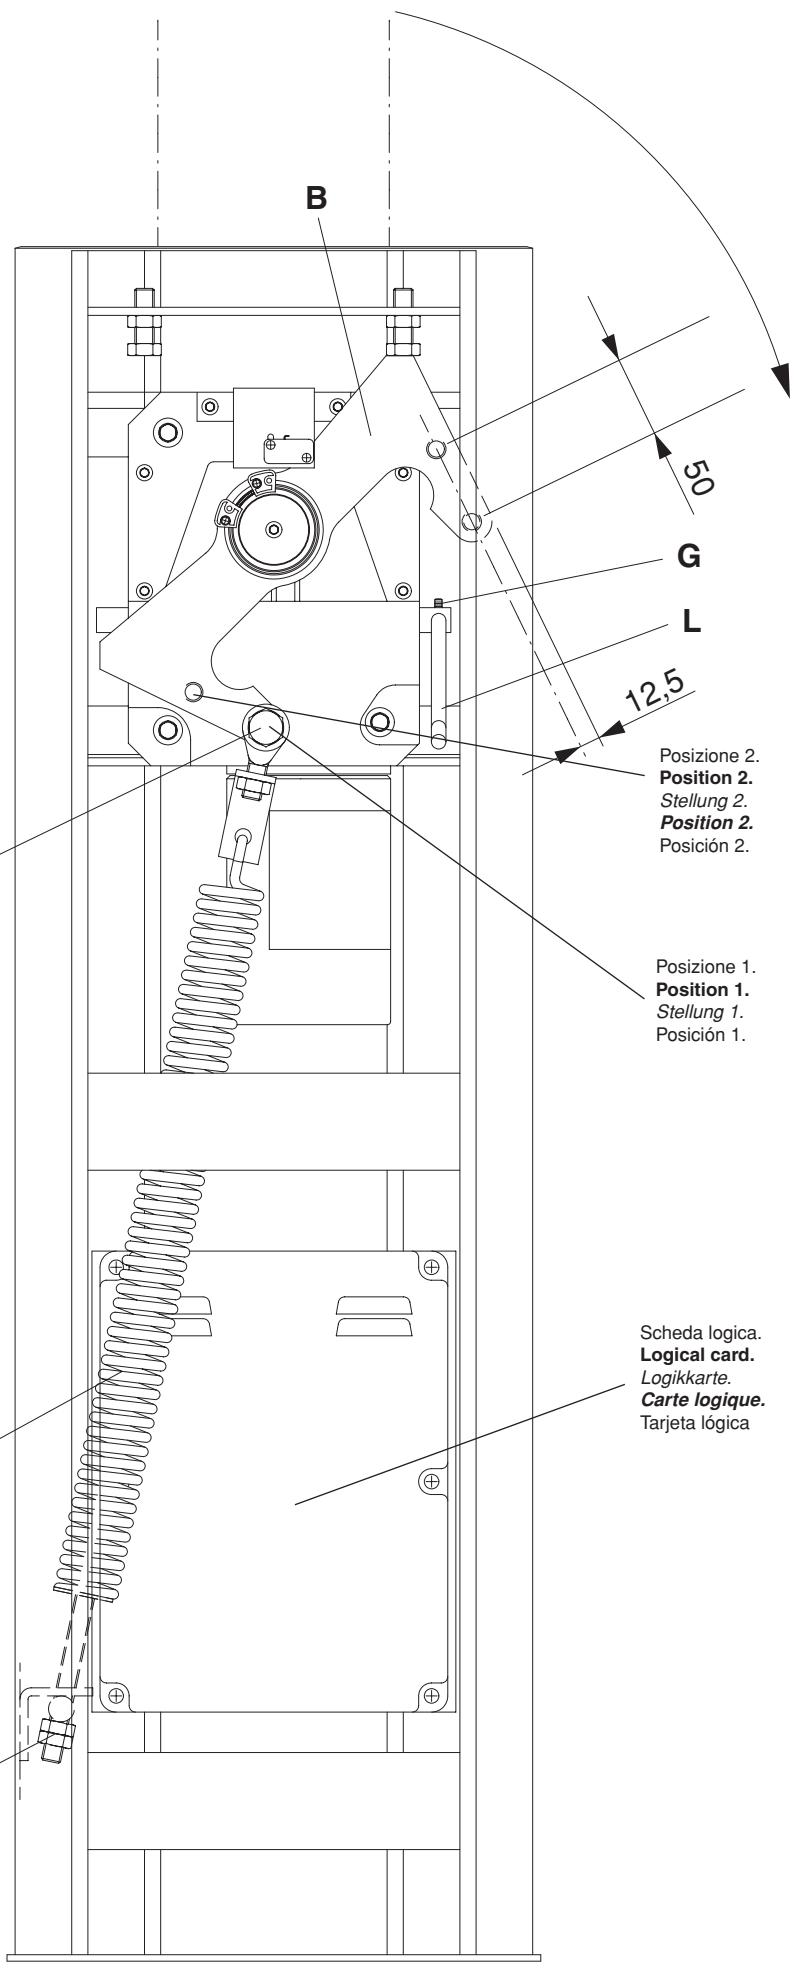
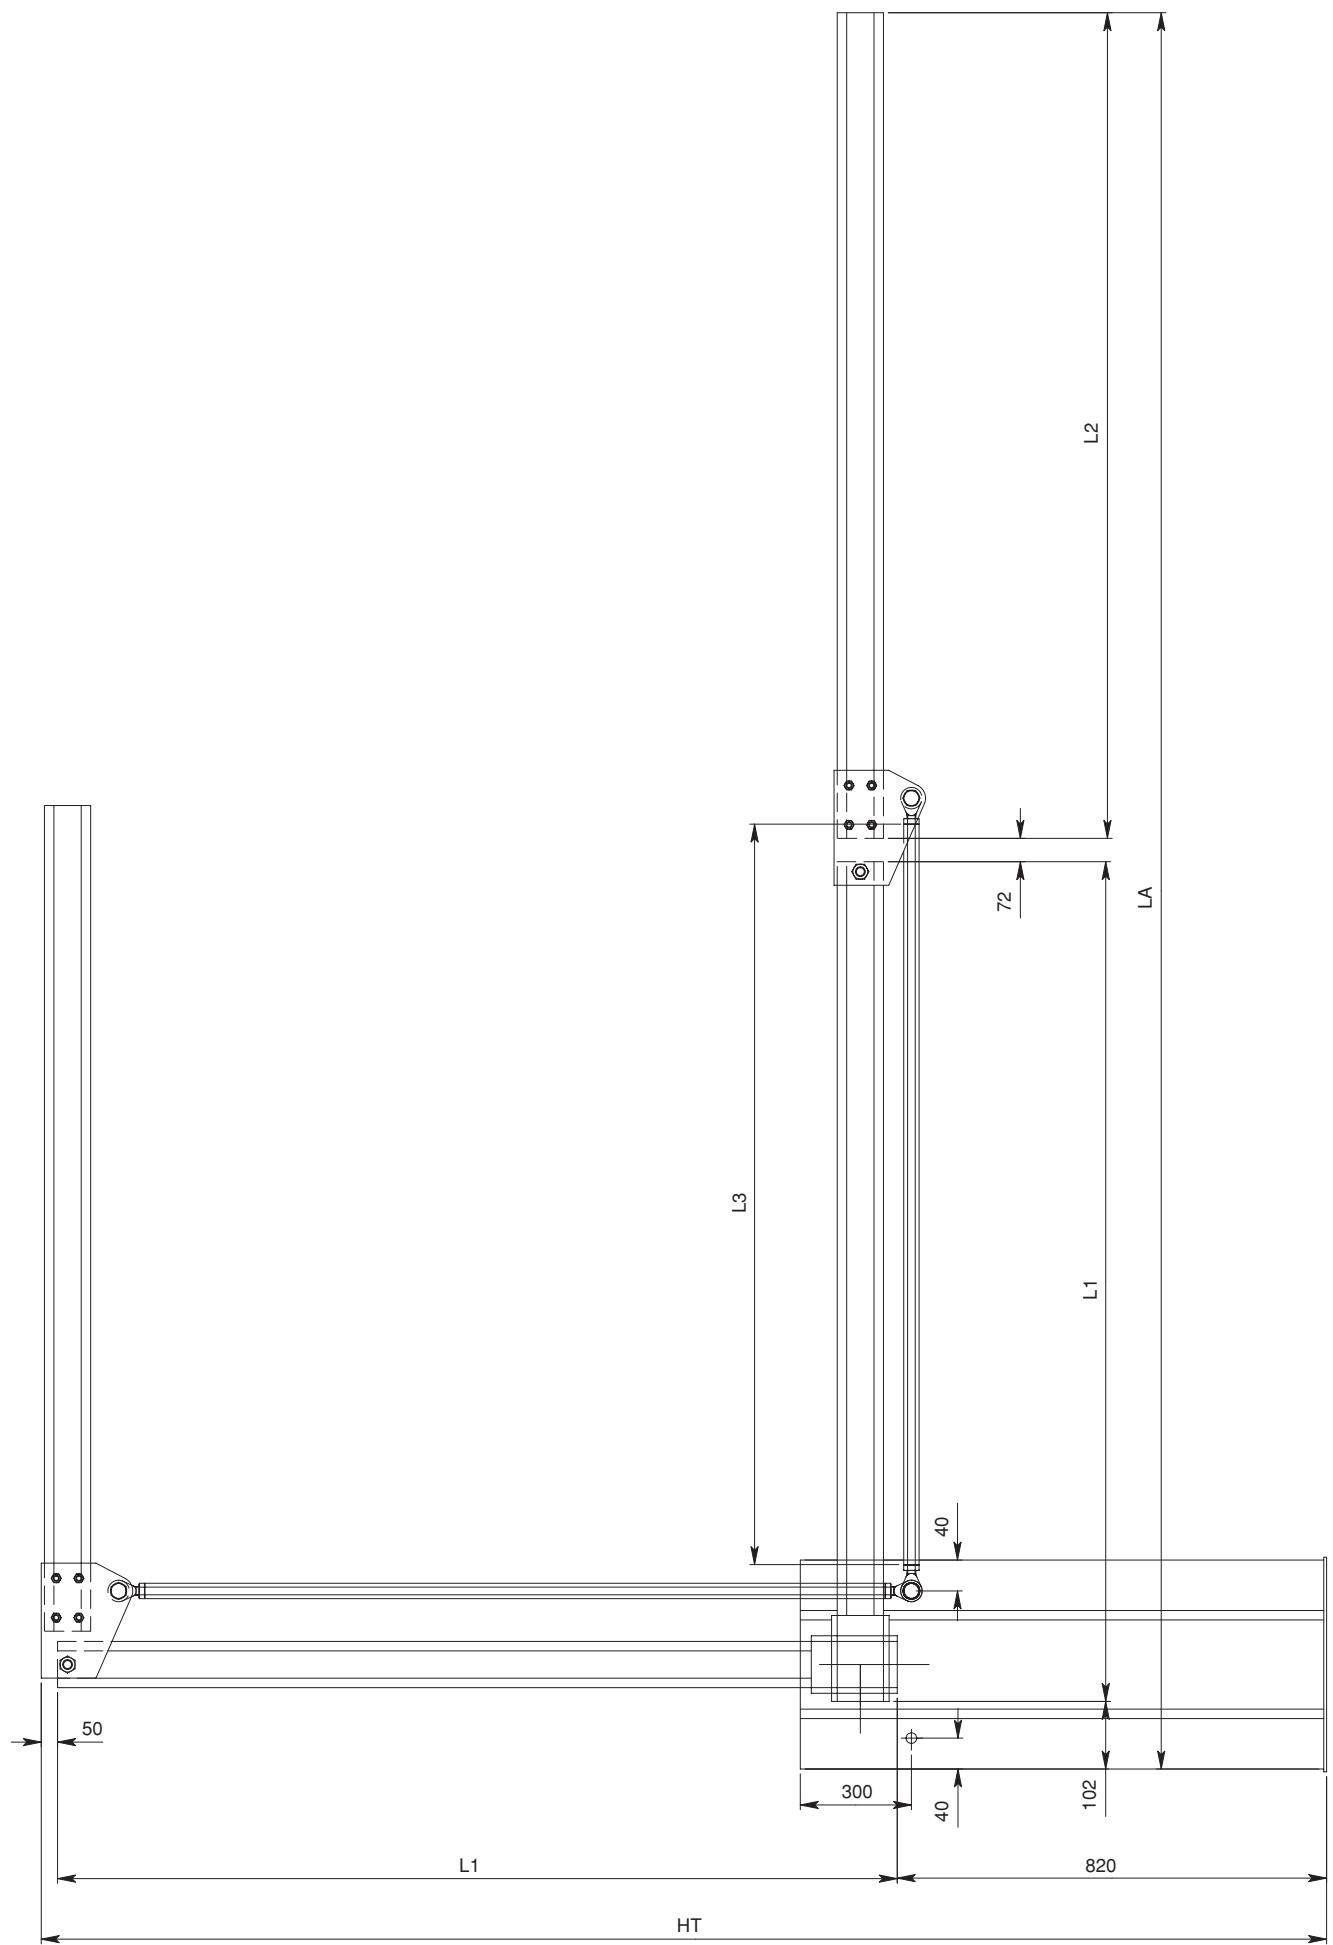

Fig.1
Fig.2
Praticare un foro M12 rispettando le quote di fig. 1 sulla leva "B" ed uno sul cassone come da fig. 2. N.B.: il foro deve essere praticato a sinistra sulle barriere destre e viceversa.
Drill a hole M12 according to dimensions shown in fig. 1 on lever "B" and a hole on the casing as per fig. 2. P.N. The hole must be made on the left in the right-barriers and vice-versa.
Ein Loch M12 in den Hebel "B" und ein Loch in den Kasten laut Abb. 1 und 2 bohren; dabei die Maße in Abb. 1 beachten. Achtung: das Loch muß links auf rechts-schränken gebohrt werden und umgekehrt.
Faire un trou M12 en respectant les cotes indiquées à la fig. 1 sur le levier "B" et un autre trou sur le caisson de la manière illustrée à la fig. 2. NB: le trou doit être fait à gauche sur les barrières droites et vice versa.
Taladrar un agujero M12 respectando las cotas de la fig. 1 sobre la palanca "B" y uno en el bastidor como mostrado en la fig. 2. NB: El agujero debe ser practicado a la izquierda sobre las barreras derechas y viceversa.
Wykonać otwór M12 zgodnie z odległościami podanymi na Rys. 1 na dźwigni "B" i drugi na skrzyni tak, jak wskazane na Rys. 2. N.B.: otwór należy wykonać po lewej stronie na barierach prawych i odwrotnie.
N.B.: Per un buon funzionamento della barriera VE.500 è necessario, all'atto del montaggio del kit VE.SN500, spostare la molla dalla posizione 1 alla posizione 2 della piastra (vedi fig. 1).
P.N. For a good VE.500 gate operation it is necessary, when assembling the VE.SN500 kit, to move the spring from position 1 to position 2 of the plate (see fig. 1).
Damit die Sperre VE.500 gut arbeitet, muß bei der Anbringung des Satzes VE.SN500 die Feder aus Stellung 1 in Stellung 2 (Platte) gebracht werden - siehe Abb. 1.
N.B. : Pour un bon fonctionnement de la barrière VE.500, il est nécessaire lors du montage du kit VE.SN500 de déplacer le ressort de la pos. 1 à la pos. 2 de la plaque (voir Fig. 1).
NOTA: Para un buen funcionamiento de la barrera VE.500 es necesario, en el caso del montaje del set VE.SN500, pasar al muelle de la posición 1 a la posición 2 de la placa (véase fig. 1).
N.B.: W celu zapewnienia prawidłowego działania bariery VE.500 konieczne jest w momencie montażu zestawu VE.SN500 przełożenie sprężyny z pozycji 1 na pozycję 2 płyty (zobacz Rys. 1).
- facendo riferimento alla fig. 2.
- Forare e filettare M12 il cassone secondo le quote di Fig.2 a seconda della versione Dx o Sx.
and referring to fig. 2.
- The casing should be drilled and threaded M12 according to figures shown in Fig. 2 and taking in to account whether the model features a right or left fitting.
- Löcher in den Kasten entsprechend den Maßen in Abb. 2 bohren und die Gewinde schneiden (M12) je nach dem ob es sich um die rechte oder linke Ausführung handelt.
en vous référant à la Fig. 2.
- Percez et filetez M12 le caisson suivant les cotes de la Fig.1 selon la version Dx ou Sx.
- haciendo referencia con la fig. 2.
- Taladrar y roscar M12 la caja ajustándose a las cotas de la Fig.2 según la versión Derecha o Izquierda.